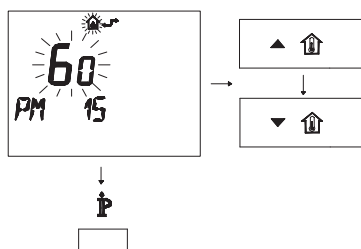

Figura 5.27
- Modifique el punto de consigna programado mediante los botones ▲ ↑ o ▼ ↓ hasta que aparezca un **valor de 60**. Espere a que el número programado comience a parpadear (Figura 5.27).